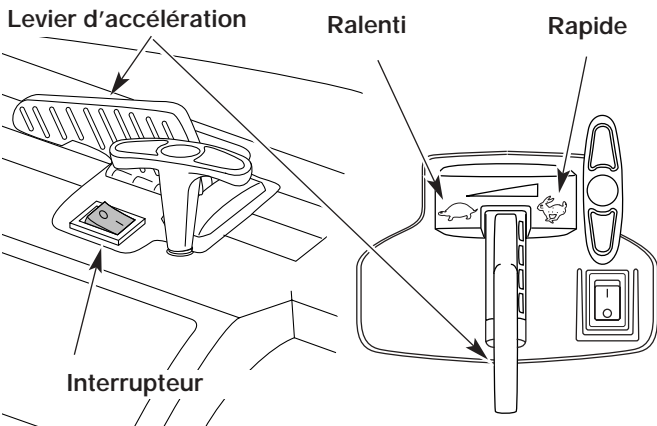
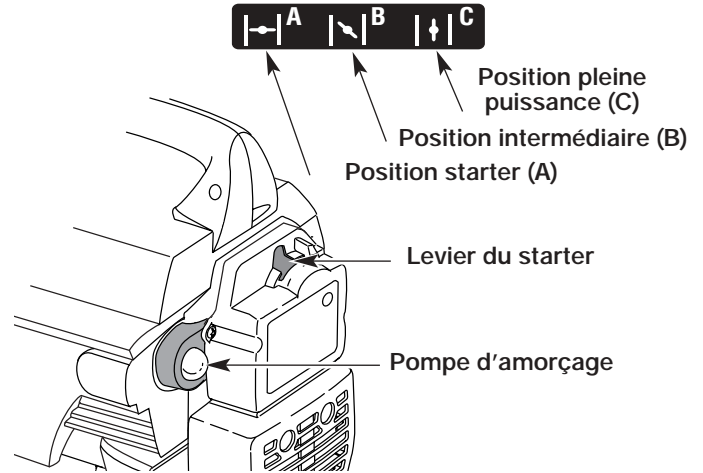
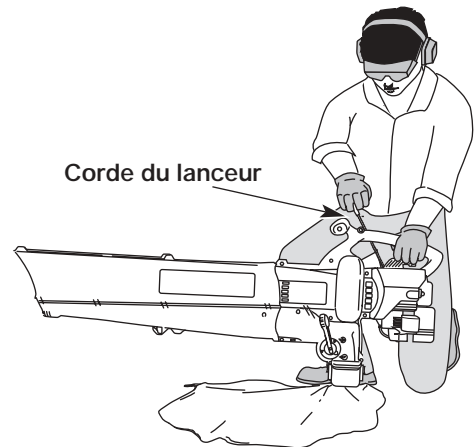

Fig. 10
Fig. 11
Fig. 12
**REMARQUE** : Le contact d'allumage est un commutateur temporaire et est toujours en position MARCHÉ (I) (Fig. 10).
3. Pressez et relâchez 10 fois la pompe d'amorçage, lentement et complètement. Le carburant doit être visible dans la pompe (Fig. 11). S'il ne l'est pas, appuyez trois fois de plus ou jusqu'à ce qu'il apparaisse.
4. Placez le levier du starter en position starter (A) (Fig. 11).
5. L'appareil étant au sol, faites passer le levier d'accélération en position rapide (☛) (Fig. 10).
6. Tirez énergiquement sur la corde du lanceur (Fig. 12). Répétez ce mouvement jusqu'à ce que le moteur fasse un bruit de démarrage (en général après 2 à 5 tentatives).
7. Placez le levier du starter en position intermédiaire (B) (Fig. 11).
**REMARQUE** : L'appareil ne fonctionnera pas en position starter (A).
8. Tirez énergiquement sur la corde du lanceur 1 à 3 fois pour démarrer le moteur (Fig. 12).
10. Laissez le moteur chauffer pendant 5 à 10 secondes. Placez le levier du starter en position pleine puissance (C) (Fig. 11).
**REMARQUE** : Si le moteur est noyé lors de la tentative de démarrage, mettez le levier du starter en position pleine puissance (C). Mettez le levier d'accélération en position rapide (☛) (Fig. 10). Tirez énergiquement sur la corde du lanceur. Le moteur doit démarrer après 3 (trois) à 8 (huit) tentatives.
**REMARQUE** : Il n'est pas nécessaire d'utiliser le starter pour démarrer un moteur chaud. Mettez la manette des gaz en position de haute vitesse (☛) (Fig. 10), puis démarrez l'appareil en position d'étranglement PARTIEL (B | ☛) (Fig. 11).
1. Mettez le levier d'accélération en position de ralenti (☞) (Fig. 10). Laissez le moteur se refroidir en tournant au ralenti.
2. Appuyez sur le contact d'allumage et maintenez-le en position ARRÊT [O] jusqu'à ce que le moteur s'arrête complètement (Fig. 10).
1. Mettez l'interrupteur en position ARRÊT [O] (Fig. 10) et attendez que le rotor s'arrête de tourner.